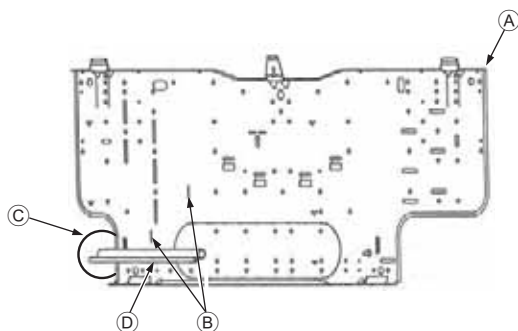

Fig. 3-5
- Ⓧ Planche d'installation ①
3.3. Lors de l'insertion des tuyaux dans le mur (Fig. 3-5)
- ▲ Planche d'installation ①